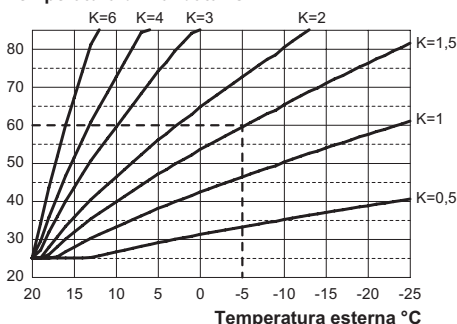

Figura 5.29
Se alla caldaia **È COLLEGATO** il comando remoto (opzionale) riferirsi alla Figura 5.29. In questo caso il settaggio del coefficiente K deve essere fatto da remoto.
Il coefficiente K è un parametro che innalza o abbassa la temperatura di mandata caldaia al variare della temperatura esterna. Quando si installa la sonda esterna bisogna impostare questo parametro in base al rendimento dell'impianto di riscaldamento per ottimizzare la temperatura di mandata (Figura 5.29).
Es. Per avere una temperatura di mandata all'impianto di riscaldamento di 60°C con una esterna di -5°C si deve settare un K di 1,5 (linea tratteggiata in Figura 5.29).
- Utilizzando i tasti 17 o 18 è possibile modificare il valore del parametro 15 da un minimo di **01** ad un massimo di **60** in base alla curva scelta del coefficiente K in Figura 5.29 (il valore letto sul display corrisponde a valori decimali di coefficienti K).